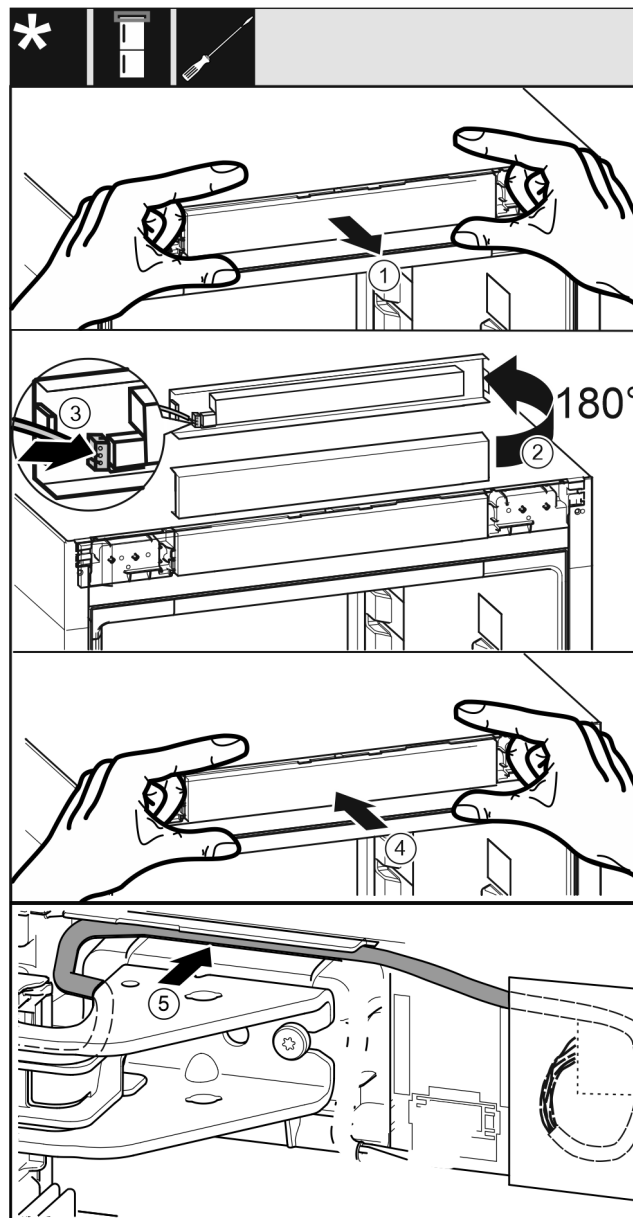

Fig. 31
- ▶ Обережно витягніть невелику панель керування. Fig. 31 (1)
- ▶ Поверніть панель на 180° вгору. Fig. 31 (2)
- ▶ Зафіксуйте штекер на невеликій панелі керування. Fig. 31 (3)
- ▶ Знову зафіксувати невелику панель керування на пристрої. Fig. 31 (4)
- ▶ Обережно розташуйте сірий кабель в направляючій над верхнім опорним кронштейном. Fig. 31 (5)